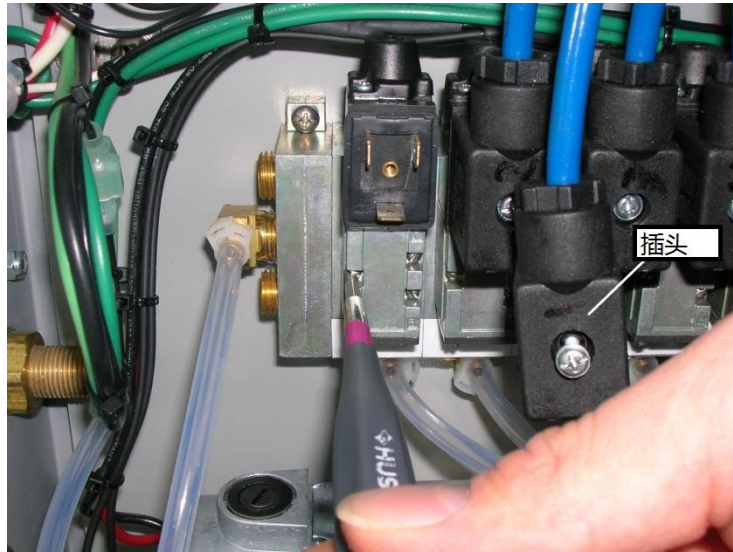
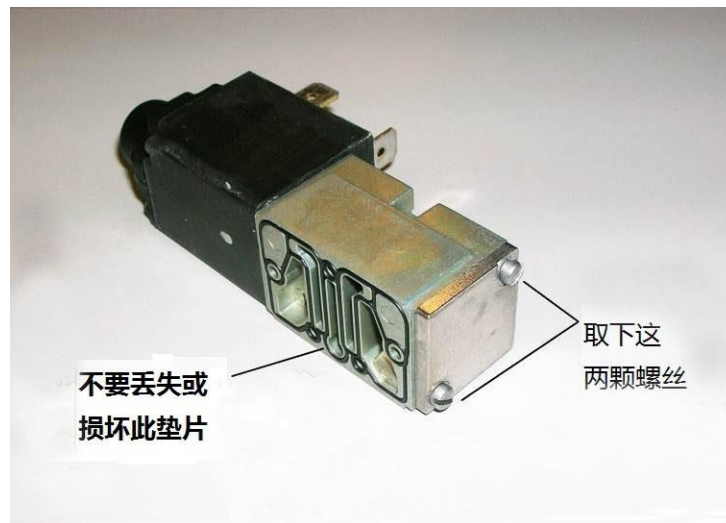
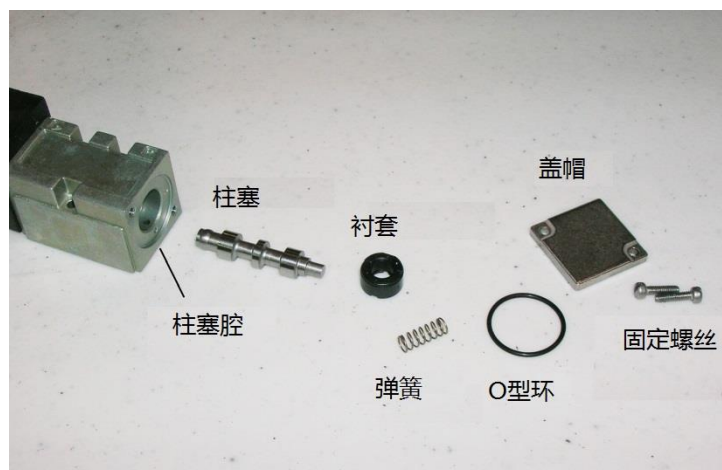

图 5-1
图 5-2
图 5-3
1. 用十字螺丝刀移除电磁阀上面的插头（不要丢失插头垫片）（图 5-1）。
2. 用一个小一字螺丝刀取下三个螺丝和电磁阀（图 5-1）。注意在下侧的黑色垫片（图 5-2）。不要丢失或损坏这个垫片。
3. 使用小一字螺丝刀移除方形金属帽上面的两个螺丝（图 5-2）。小心移除弹簧、O 型环、衬套、和柱塞（图 5-3）。用喷雾润滑剂和棉签清洗柱塞和柱塞腔。